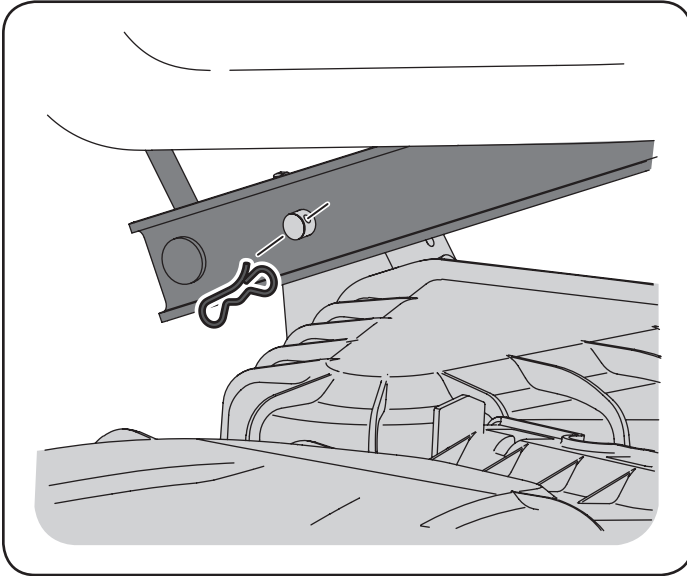

Figura 23
9. Mirando hacia la plataforma de corte desde el lado izquierdo del tractor, ubique el pasador de chaveta en el lado posterior izquierdo de la plataforma. Vea la Figura 23.
10. Retire el pasador y saque el pasador de la plataforma del brazo de elevación de la misma. Vea la Figura 23.